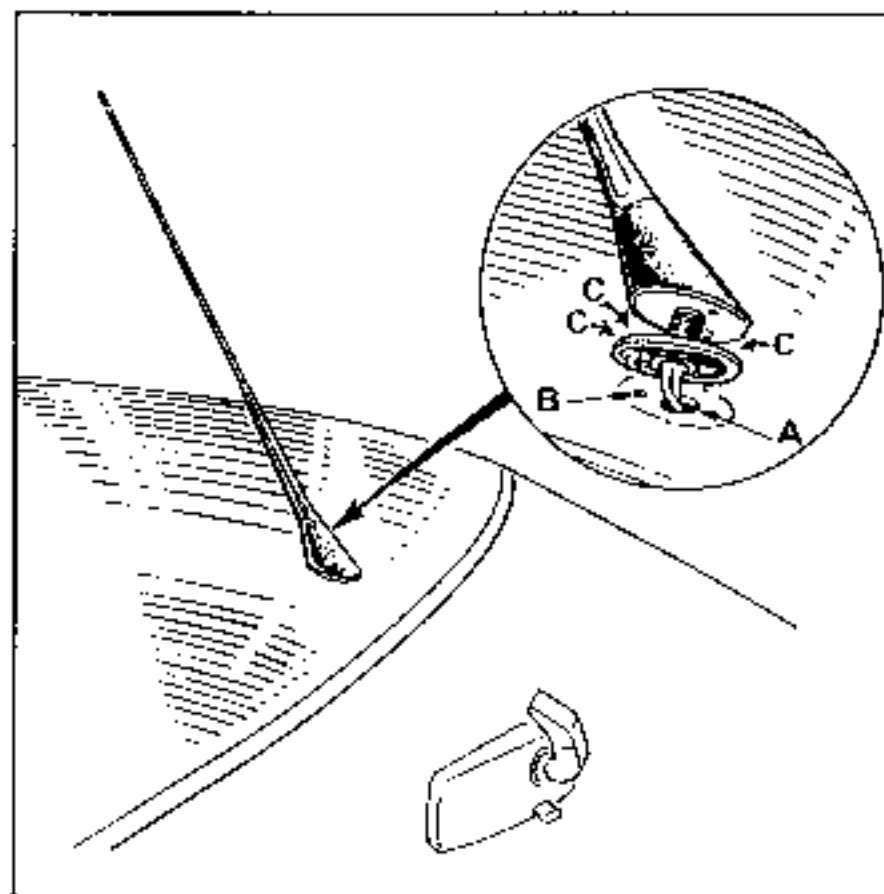

Fig. 1
- 1) autour du trou principal et du trou de positionnement d'antenne (voir Fig. 1 ci-contre (A) et (B)).
- 2) autour du joint sur la portée du pied d'antenne (voir Fig. 1 ci-contre (C)).